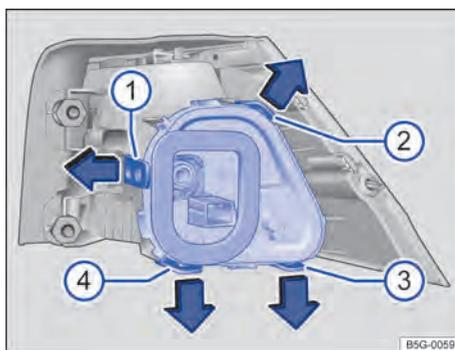

Fig. 203 Lanterna traseira da carroceria: desinstalar o suporte da lâmpada. Tiras de travamento ① a ④.
7. Para destravar o suporte da lâmpada, pressionar as tiras de travamento → Fig. 203 ① a ④ no sentido da seta.